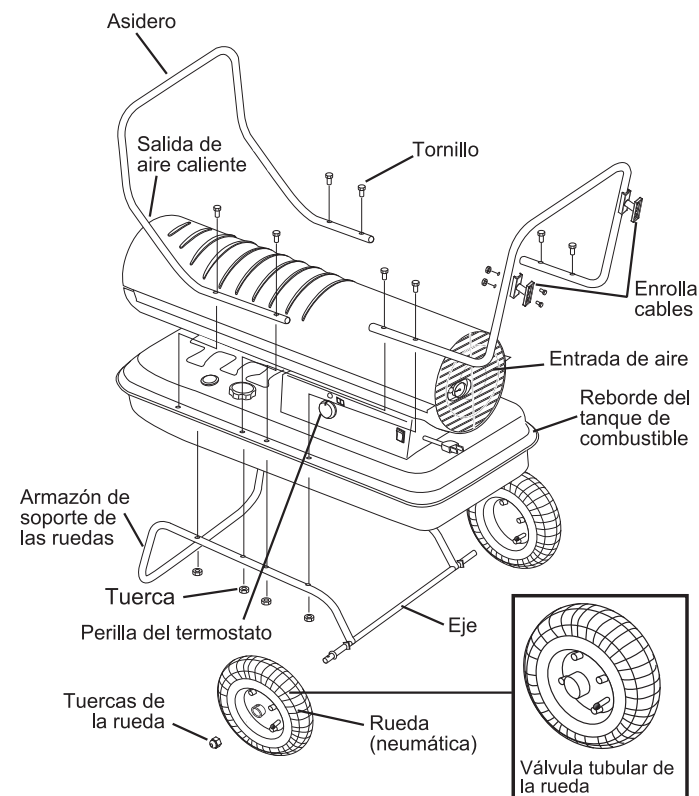

Figura 7. Montaje de los Modelos MH-135T/ 190T/ 215T-KFA
1. Deslice el eje a través de los agujeros en el armazón de soporte de las ruedas. Deslice los bujes y arandela plana (A) para las ruedas en cada extremo del eje.
2. Deslice las ruedas en cada extremo del eje, y asegúrese que el vástago de la válvula (si son neumáticas) esté hacia afuera (véase la **Figura 7**).
5. Agarre el asidero frontal y alinee los agujeros de montaje con los agujeros correspondientes en el reborde del tanque y el armazón para las ruedas. Inserte un tornillo (A) a través de los agujeros y póngale una tuerca, pero no la apriete. Repita para los otros 3 agujeros, luego apriete totalmente todos los 4 tornillos y tuercas.
1. Alinee los agujeros en el enrolla cable con los agujeros correspondientes en el asidero posterior. Inserte tornillos (B) a través de los agujeros, instale tuercas y apriételas (véase la **Figura 7**).